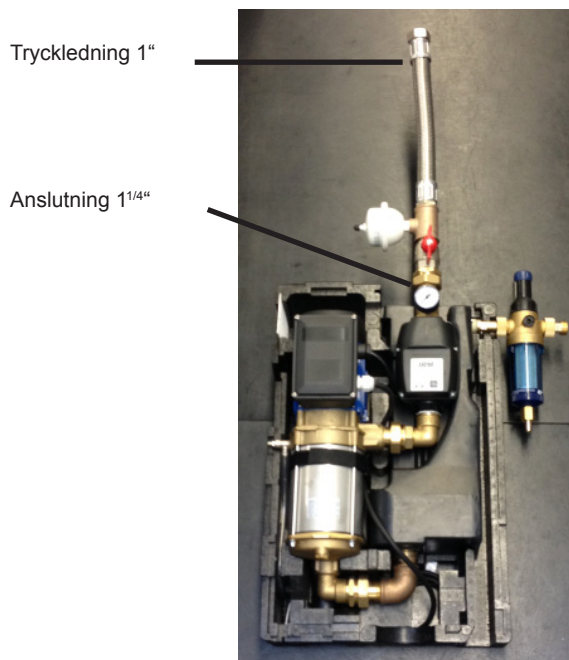

Bild 8
- Montera löst bifogade produkter enligt bild 8 nedan.